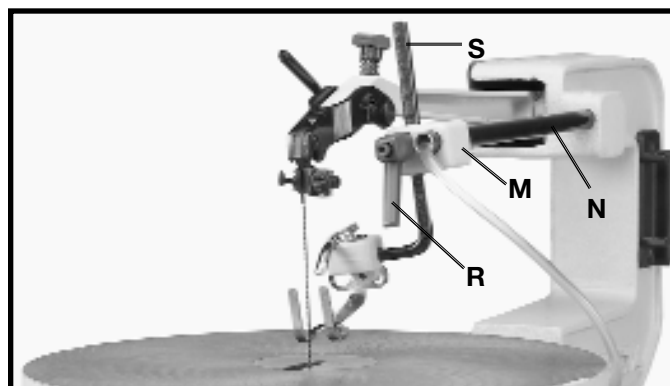

Fig. 13
11. Tourner la fixation (M) fig. 13 et la remettre à sa position originale tel qu'illustré et serrer les deux vis desserrées à l'ÉTAPE 9. Puis resserrer la poignée de verrouillage (R) pour retenir la tige (S) en position.